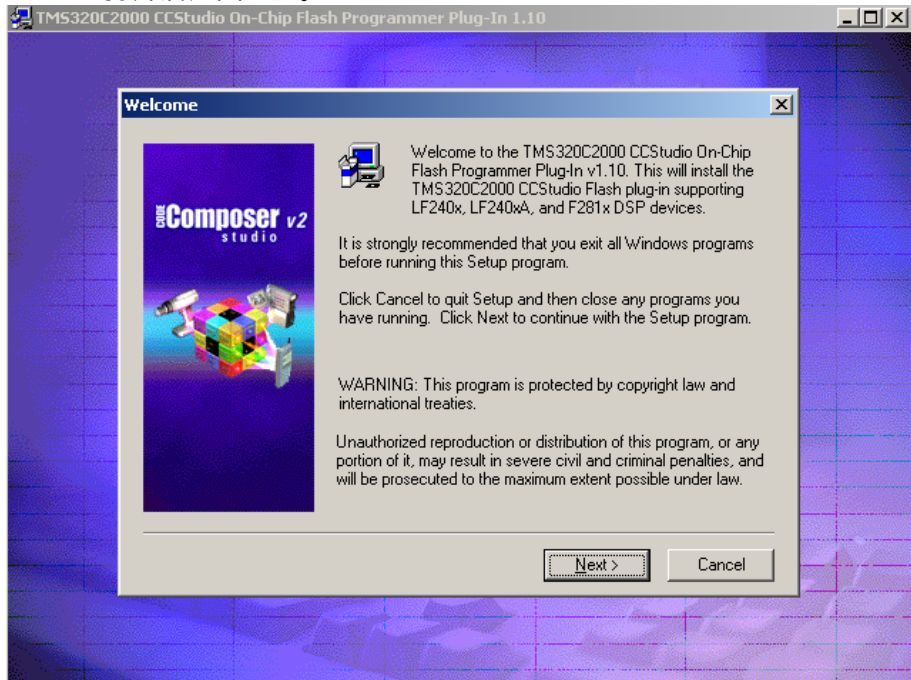

图 6.10 FLASH 烧写插件安装示意图 5
- A. 打开光盘中“工具”目录, 双击“C2000-2.00-SA-to-TI-FLASH2x”, 打开后如图 6.10。